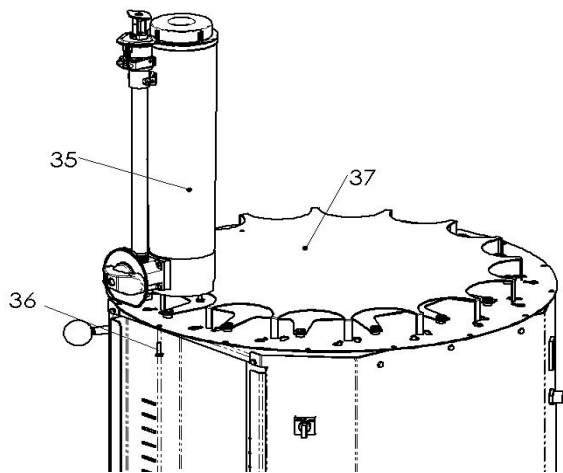
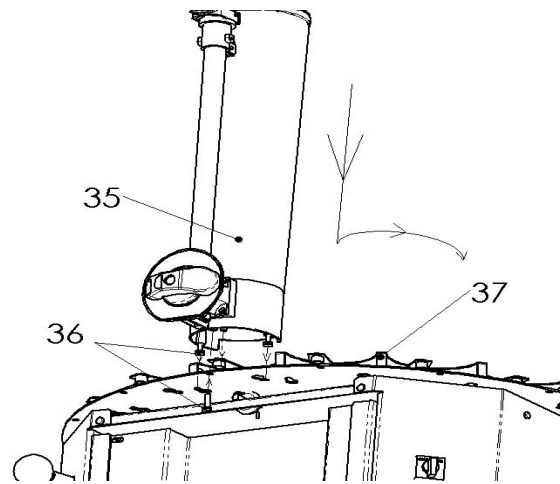

Figura 3-2
Figura 3-3
- 3) Rimuovere il gruppo serbatoio (35) dall'imballo.
- 4) Lavorando frontalmente alla macchina (Figura 3-2), con la leva della struttura girevole che blocca la struttura girevole, posizionare l'asta di agitazione del serbatoio (35) all'interno della boccia in plastica della piastra di agitazione; successivamente inserire le due viti (36) situate alla base del gruppo serbatoio nelle asole della piastra girevole e ruotare lentamente in senso antiorario.
- 5) Serrare le due viti (36) con una chiave a bussola da 10 mm o un cacciavite a croce da 10 mm, a seconda del tipo di viti in dotazione.
- 6) Inserire una terza vite (36) (Figura 3-3) nella parte frontale del serbatoio per fissarlo in posizione e serrare come sopra indicato.